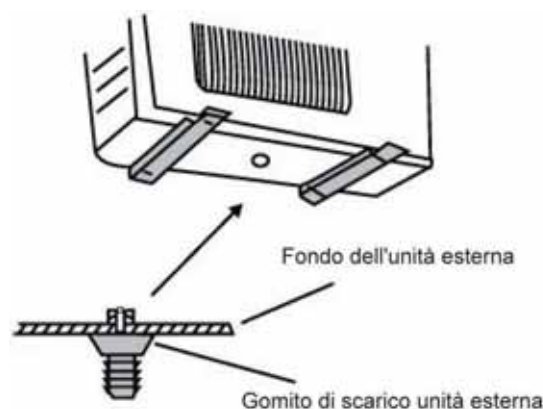

Fig. 24
**Installazione:** Installare il gomito di scarico esterno nel foro da  $\varnothing$  25 mm previsto sul basamento (Fig. 24), e collegare il tubo flessibile di scarico al gomito per poter scaricare l'acqua accumulatasi nell'unità esterna. Si consiglia di convogliare l'acqua in un apposito pozzetto di raccolta acqua pluviale, per evitare che a terra si possano formare pozze d'acqua o aree ghiacciate.